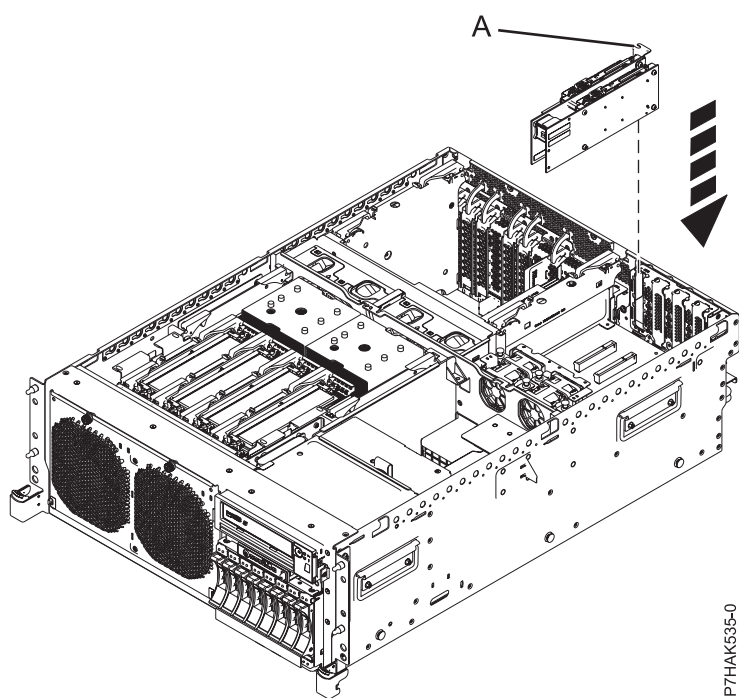
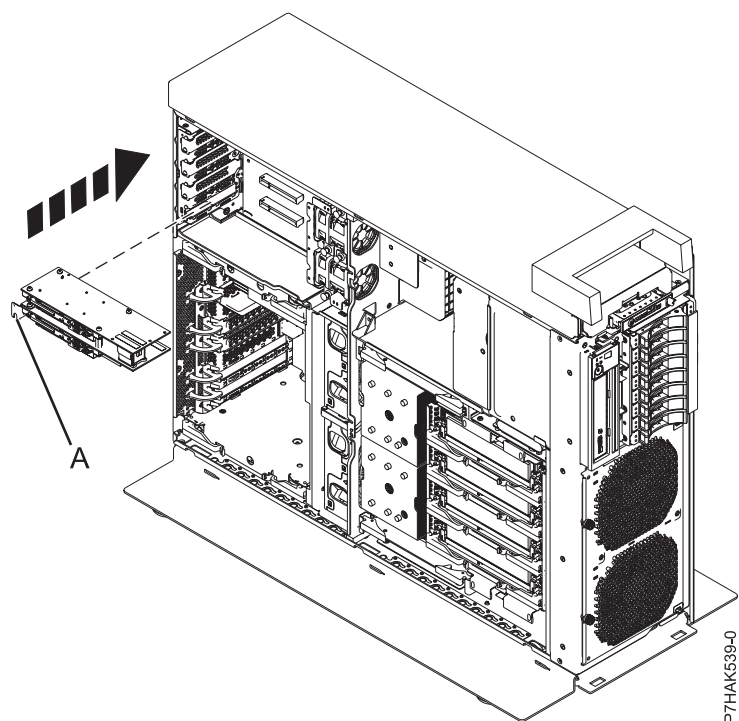

Figure 19. Installation d'une carte PCIe RAID et SSD SAS dans la carte d'extension d'une unité centrale montée en armoire
Figure 20. Installation d'une carte PCIe RAID et SSD SAS dans la carte d'extension d'une unité centrale autonome
18. Si votre système est doté d'une carte d'extension, vous pouvez placer la carte PCIe extra-plate dans son emplacement en la mettant en position à l'aide de sa contre-poupée **(A)**, puis en appuyant fermement dessus pour l'insérer dans son emplacement, comme illustré à la figure 19, à la page 26 et la figure 20, à la page 26.